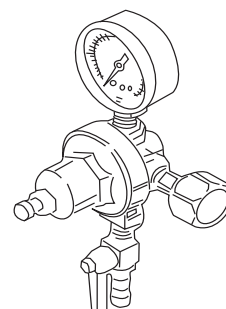

Figure 10
- La jauge surveille la basse pression interne du baril et doit être réglée afin de produire une lecture entre 10 et 12 lb/po². (Se reporter à la figure 10). La pression peut être réglée au besoin.